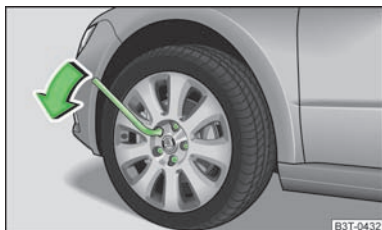

Fig. 176
- Prindeți cu mâna capătul cheii și rotiți șurubul cca. 1 rotație spre stânga » fig. 176.